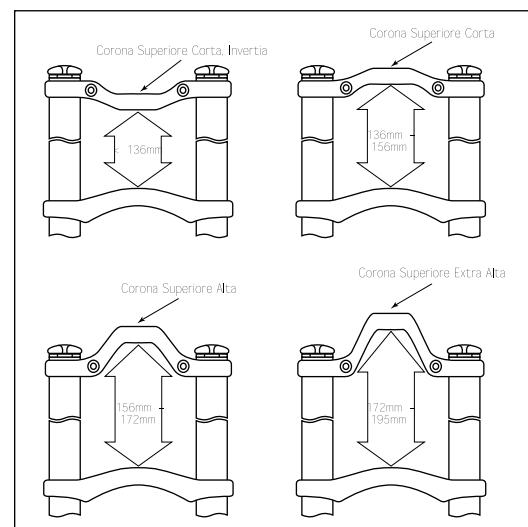

Fig. 2
- Può essere necessario tagliare il cannotto di sterzo per adattarlo alla lunghezza appropriata. Per tagliare il cannotto di sterzo, è necessario togliere i tubi superiori. Questa operazione è necessaria, poiché in caso contrario i tubi superiori saranno di ostacolo al momento di tagliare il cannotto di sterzo nella lunghezza corretta. La lunghezza del cannotto di sterzo è determinata dai seguenti componenti: lunghezza di bloccaggio del cannotto di sterzo con la piastra superiore della XL, lunghezza di bloccaggio del cannotto sterzo con l'attacco manubrio, lunghezza del tubo di sterzo del telaio e altezza della serie sterzo superiore e inferiore (vedere Fig. 2). Per facilitare l'assemblaggio, non installare la piastra superiore della XL sui tubi superiori finché il cannotto di sterzo non sia stato tagliato alla lunghezza corretta e la piastra inferiore non sia stata bloccata nella posizione necessaria. CONSIGLIO: MISURARE DUE VOLTE E TAGLIARE UNA VOLTA SOLA!